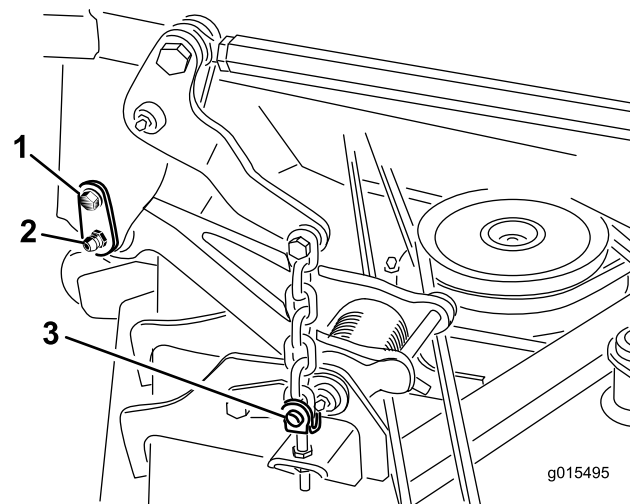

図 1
- リテーナピンをキャリアフレームに接続しているショルダ付きねじを外す 図 1。
8. デッキの昇降チェーンをカuttingデッキの調整クレビスに固定しているリングピン4本とクレビスピンを取り外す 図 1。